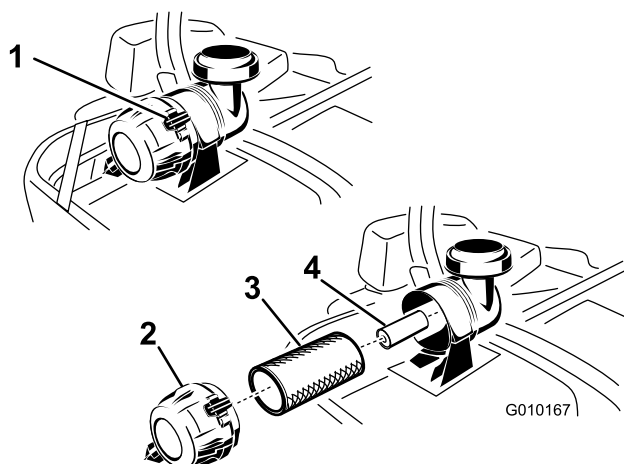

Bild 46
3. Üben Sie Druck aus, um die Riegel am Luftfilter zu lösen, und ziehen Sie die Abdeckung vom Gehäuse ab (Bild 46).
5. Schieben Sie den Hauptfilter vorsichtig aus dem Luftfiltergehäuse heraus (Bild 46). Vermeiden Sie ein Anstoßen des Filters an der Seite des Gehäuses.
1. Reinigen Sie den Papierfilter nicht sondern tauschen Sie ihn aus (Bild 46).
2. Wenn Sie den sekundären Luftfilter austauschen, schieben Sie ihn vorsichtig in das Filtergehäuse ein (Bild 46).
3. Schieben Sie den Hauptfilter vorsichtig auf den sekundären Filter (Bild 46). Stellen Sie sicher, dass dieser einwandfrei einliegt, indem Sie beim Einbauen auf den äußeren Rand des Filters drücken.
4. Setzen Sie die Luftfilterabdeckung auf (Entlüfterdeckel nach unten) und drehen sie so, dass die Riegel in der Abdeckung einrasten (Bild 46).